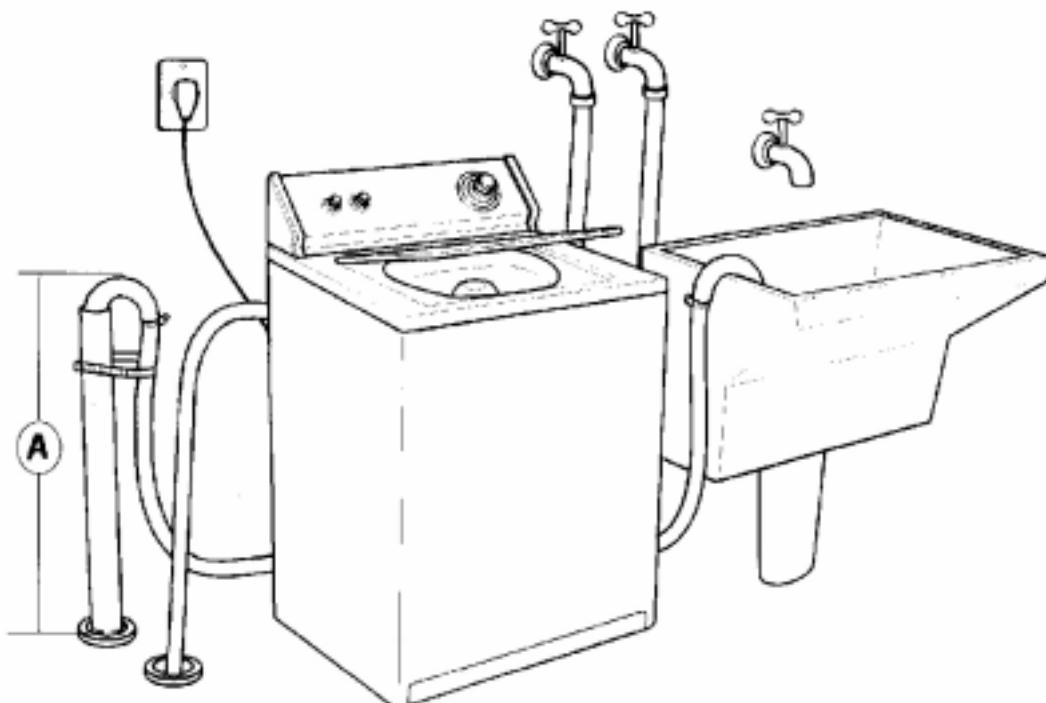

Fig.04
- altura mínima : 87 cm do piso } "A" na fig.04